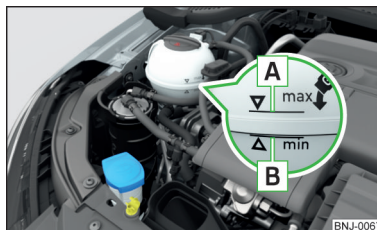

Bild 169
Beteckningen på kylvätskan finns angiven på kylvätskeexpansionskärlat » bild 169 på sidan 151.
- Fyll inte på kylvätska över markeringen **A** » **bild 169 på sidan 151.**
Kylvätskeexpansionskärlet » bild 169
➤ Kontrollera kylvätskenivån på expansionskärlet » **bild 169.**
När motorn är driftsvarm kan kontrollresultatet vara felaktigt. Nivån kan även ligga ovanför markeringen **A** » **bild 169.**